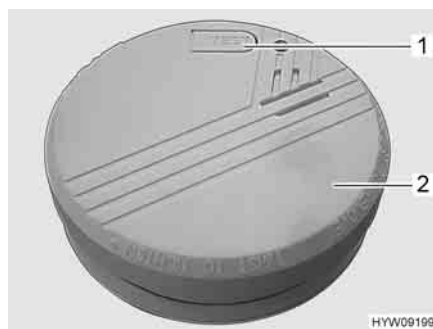

Fig. 55 Rivelatore di fumo
- Premere il tasto di controllo (Fig. 55,1) sul rivelatore di fumo (Fig. 55,2) finché non viene emesso il segnale di allarme. Il segnale di allarme si tacita rilasciando il tasto di controllo.